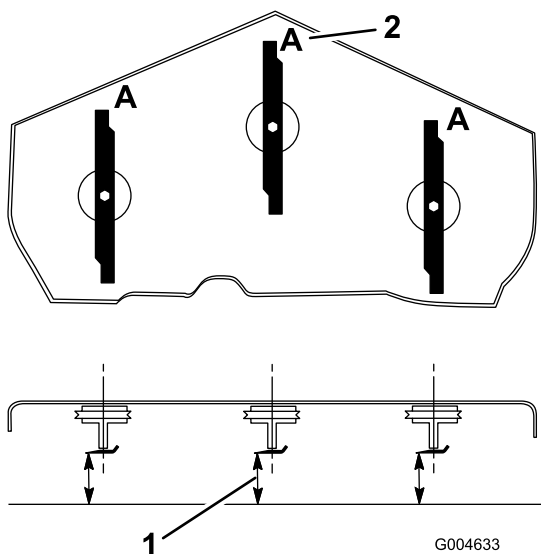

Bild 70
3. Drehen Sie die Schnitmesser, bis die Enden nach vorne und hinten gerichtet sind (Bild 70).
Hinweis: Messen Sie von einer ebenen Fläche bis zu den Schnittkante (Position A) der Messer (Bild 70). Notieren Sie diesen Wert.